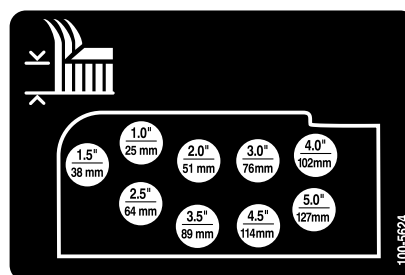

Bild 17
- Montieren Sie die Schnitthöhenketten im gewünschten Schnitthöhenloch und befestigen Sie sie mit dem Splint und dem Lastösenbolzen (Bild 17).